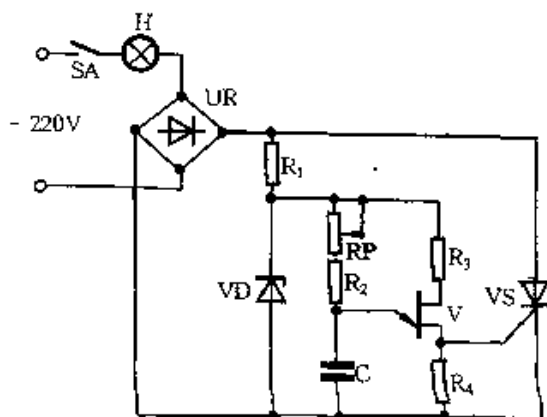

图 2-254
③ 单结晶体管还可以用作晶闸管触发电路。图 2-254 所示为调光台灯电路。在交流电的每半周内,晶闸管 VS 由单结晶体管 V 输出的窄脉冲触发导通,调节 RP 便改变了单结晶体管 V 输出窄脉冲的时间,即改变了 VS 的导通角,从而改变了流过灯泡 H 的电流,实现了调光的目的。